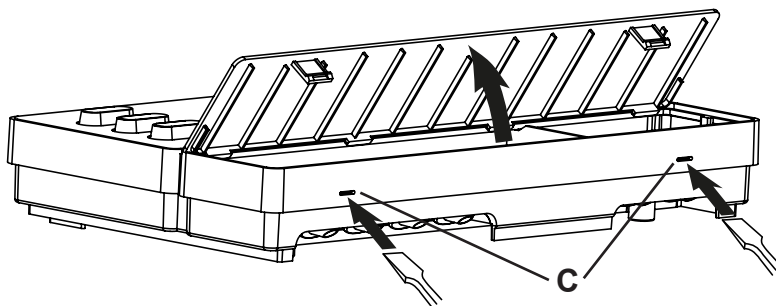

Bild2 Ta av locket
2. Tryck in klämlåsen **C** med en skruvmejsel och ta av locket (se **Bild2**).